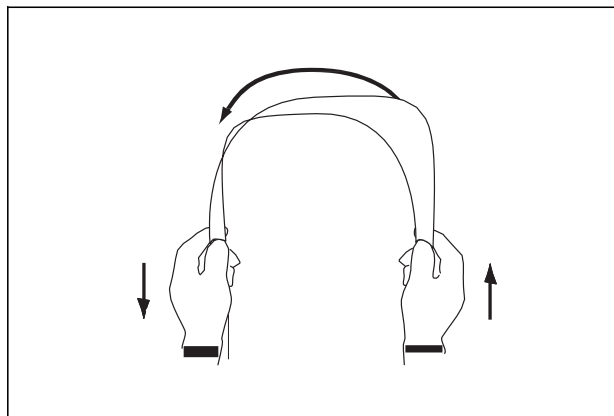

Рис. 3.3
5. Обеими руками согните вводящую трубку эндоскопа в форме полукруга. Затем, двигая руками, как указано на Рис. 3.3, убедитесь, что вводящая трубка по всей длине легко сгибается в полукруг.